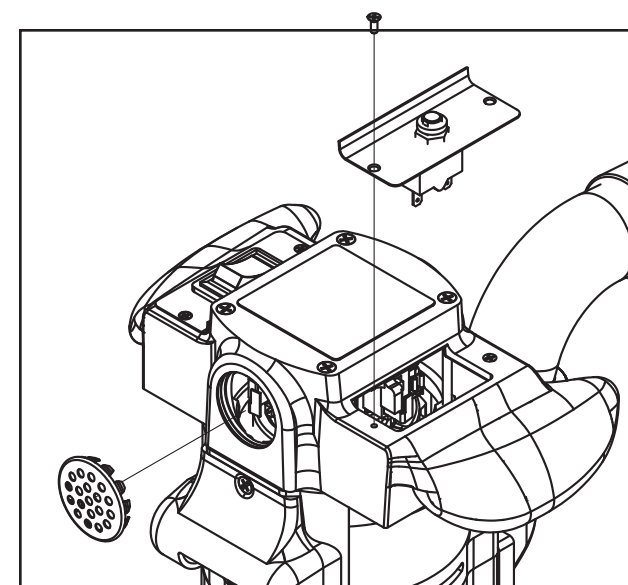
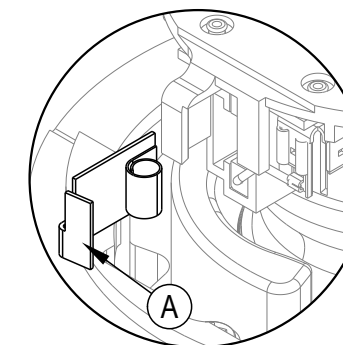

Imagen 8
Imagen 9
Inspeccionar las cuatro escobillas cada 6 meses o 250 horas. El acceso a las escobillas se obtiene a través de los tapones de ventilación del motor delantero y trasero, y debajo de ambas cubiertas del motor (imagen 8). Presione la pestaña (A) en el ensamblaje de la abrazadera de resorte, gírela, luego retírela (imagen 9). Utilice pinzas de punta para desconectar el cable de derivación. Si alguna escobilla se ha desgastado hasta 3/8" de largo o menos, reemplace el juego completo.